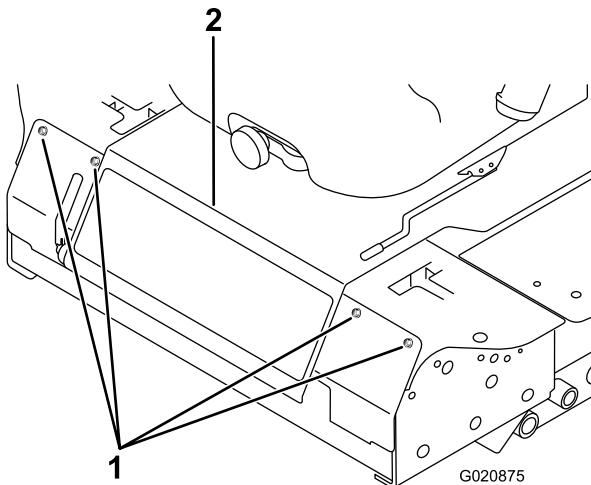

Figura 50
3. Afloje los pernos del panel delantero y retire el panel (Figura 50).